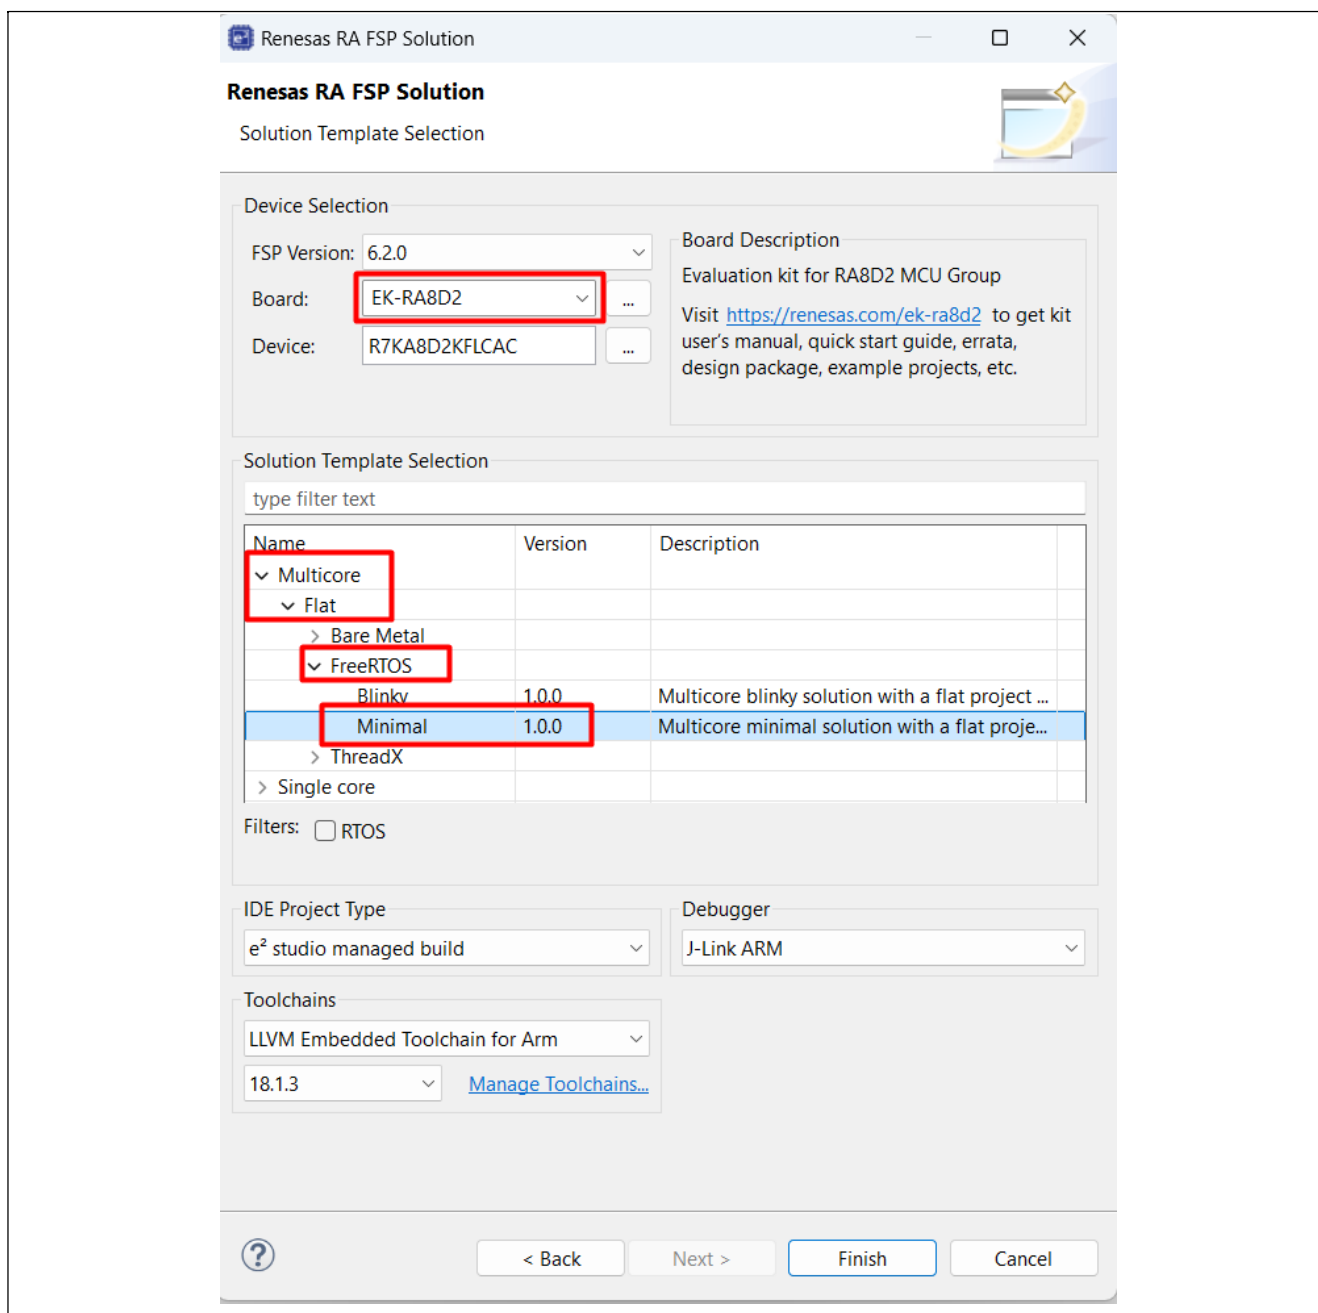

図72. ソリューションテンプレートの選択
**Device Selection**ダイアログでは、ターゲットボードとして**EK-RA8D2**を選択し、ツールチェーンには**LLVM**を選択します(図72)。